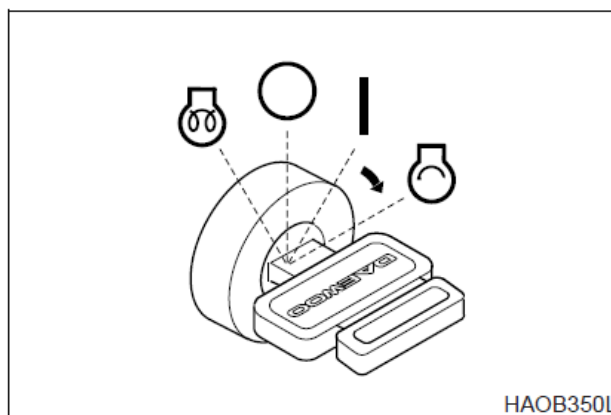

Рис. 12
5. После загорания индикатора завершения предпускового подогрева, сразу повернуть ключ зажигания в положение запуска  (START), рис. 12. Двигатель должен запуститься приблизительно через 5 секунд.